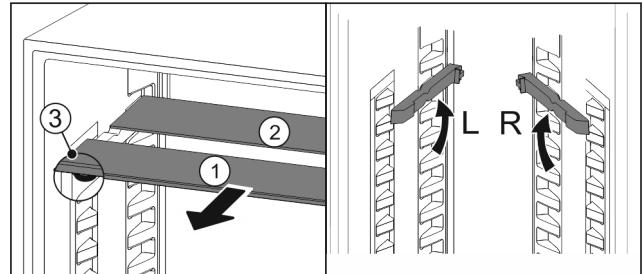

Fig. 59
- ▶ Her bir rafı tek tek öne doğru çekip çıkarın Fig. 59 (1).
- ▷ Süs çitili raf Fig. 59 (1) onde yer alıyor.
- ▷ Durdurucular Fig. 59 (3) aşağı bakiyor. Dondurma rafı olan cihazlar.*